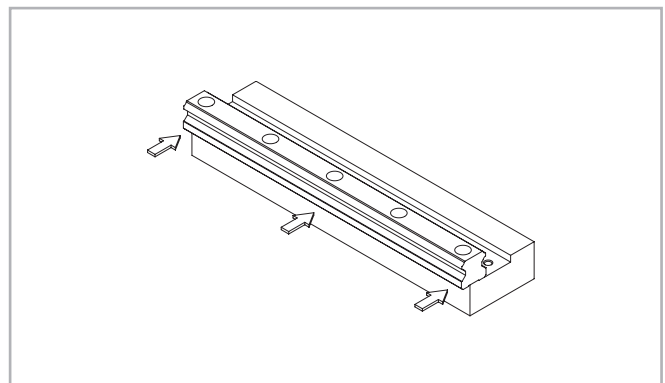
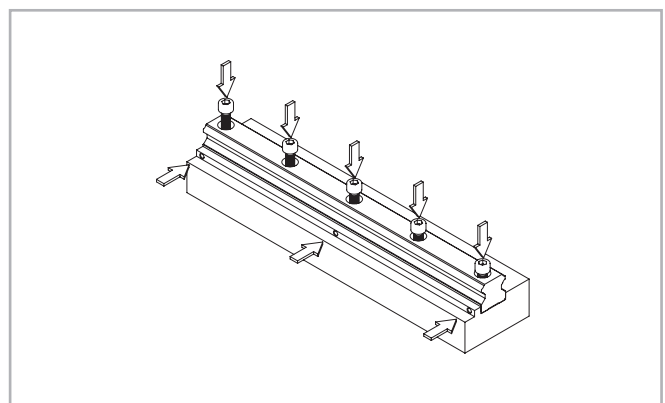

Fig. 52
Fig. 53
(2) Déposez le rail de guidage avec précaution sur la surface de montage (voir fig. 52) et serrez légèrement et provisoirement les vis de fixation de manière à ce que le rail de guidage soit légèrement en contact avec la surface de montage (ajustez le rail de guidage le long de l'épaulement de la surface de montage, voir fig. 53).